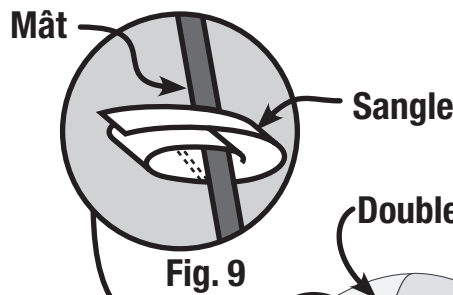

Fig. 9
- Immobilisez le double toit avec les sangles prévues à cet effet sur la face envers du double toit. (Fig. 9)